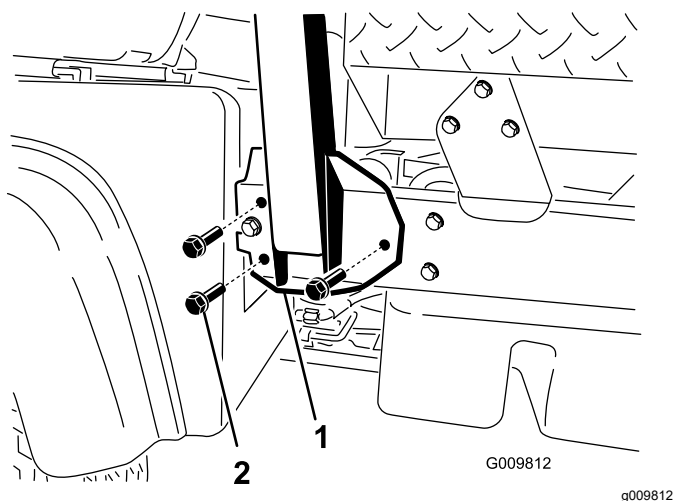

Figura 4
1. Alinee cada lado del ROPS con los taladros de montaje del bastidor en cada lado de la máquina, según se muestra en Figura 4.